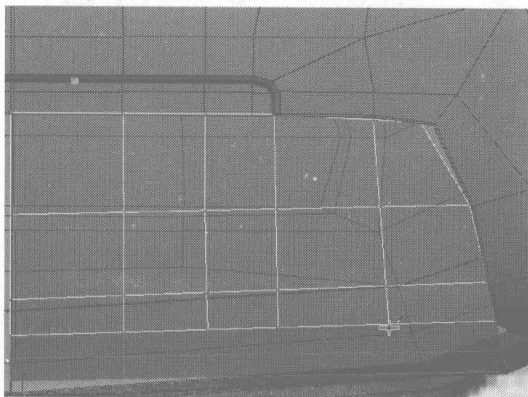
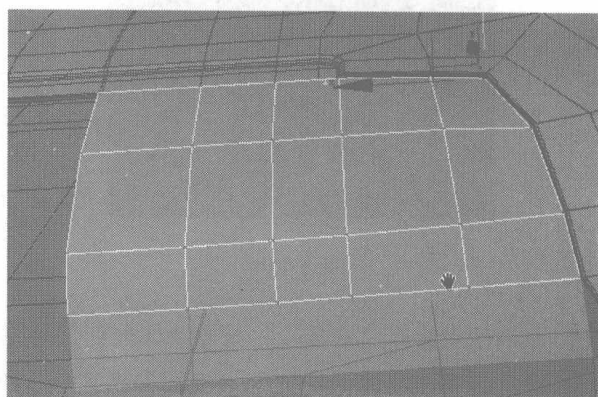

图 4.312
图 4.313
- 02 用 Cut 命令在分离出来的面上适当地添加一些细分线，如图 4.312 所示，细分该面，并调整各个节点，如图 4.313 所示。